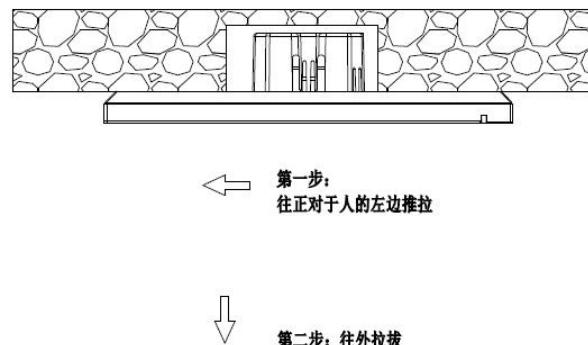

图 3.3.3.5
4.安装完成后，如需要拆卸，请执行此步骤：将面板往正对于人的左边推拉，听到哒的声音后或者面板不能再移动时，再往人的正面方向拉拔，即可完成拆卸。如图 3.3.3.5 所示。